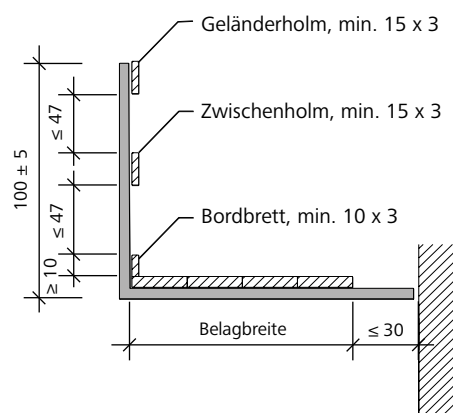

Abb. 13.3
- bis 2,0 m Pfostenabstand: 15 x 3 cm (Abb. 13.3),